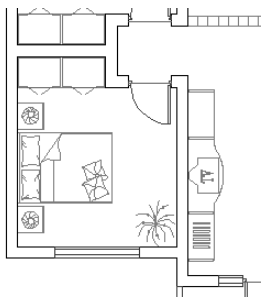

图 17.20 调整视图
(3) 综合使用【窗口缩放】和【实时平移】工具，调整视图如图 17.20 所示。